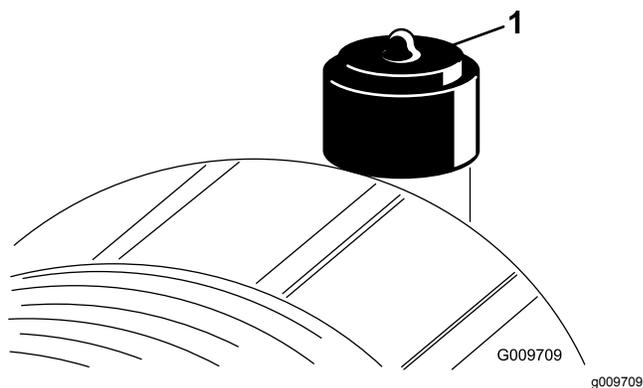

Рисунок 54
Фильтр воздухоочистителя следует обслуживать только при соответствующих показаниях индикатора необходимости технического обслуживания (Рисунок 54). Замена воздушного фильтра без необходимости ведет лишь к повышению вероятности попадания грязи в двигатель при извлечении фильтра.
9. Сбросьте индикатор (Рисунок 54), если он стал красным.